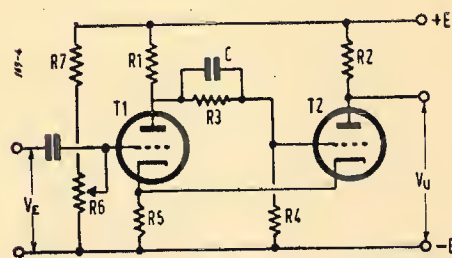

Fig. 2. — Schema del commutatore elettronico.
gamente usato nei contatori elettronici; ma che, per quanto ci consta, non è stato mai usato nei frequenziometri a lettura diretta. Lo schema di principio di un discriminatore è riportato nella fig. 2. Senza entrare in una descrizione particolareggiata del funzionamento di questo circuito che può trovarsi in ogni buon libro di tecnica elettronica (2), ci limitiamo a ricordare che, a seconda della tensione della griglia del triodo *T*1 si hanno due funzionamenti stabili. Se questa tensione è inferiore ad un certo valore *V*0 è conduttore *T*2, mentre *T*1 è interdetto, e la tensione *V*u è eguale a circa: